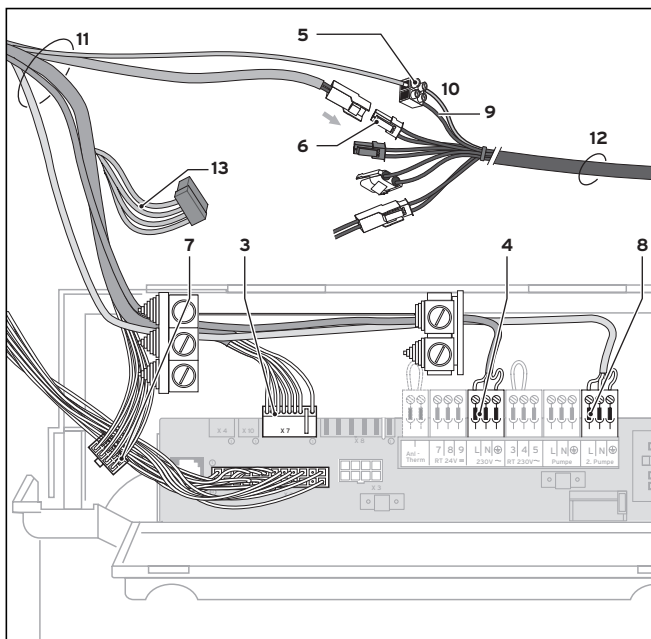

Fig. 5.4 EI-tilslutning på ecoVIT/2 og icoVIT/1
- Benyt det rigtige kantstik (se billedtekst til fig. 5.4 og 5.5, pos. 3 eller 13). Fjern markeringen på kantstikket og sæt det på printkortet. Kontrollér, at det sidder rigtigt.